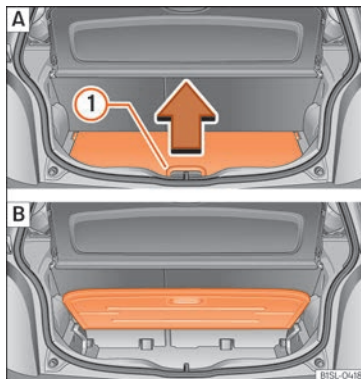

Abb. 95 Variabler Gepäckraumboden: **A** Variablen Gepäckraumboden anheben; **B** Variabler Gepäckraumboden hochgeklappt.
- Um den Boden *anzuheben* heben Sie den Griff »» **Abb. 95 A** **1** in Pfeilrichtung an und ziehen Sie den Boden ganz nach oben »» **Abb. 95 B**.